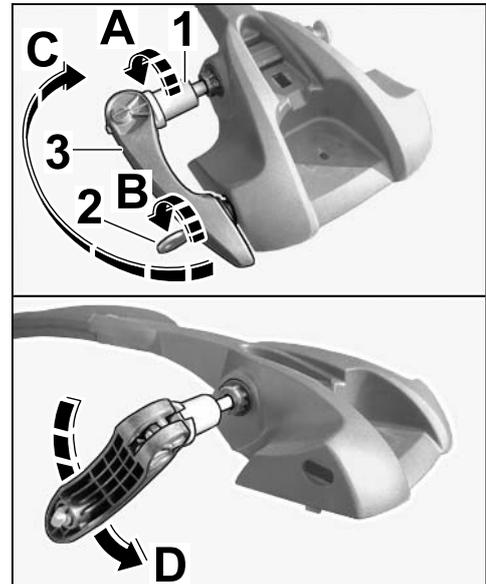

Figura 30
- 7.1.1 Ruotare indietro la spina elastica fino a fine corsa (⇒ *Figura 30-A-*).
- 7.1.2 Aprire la serratura sulla leva di tensione (⇒ *Figura 30-B-*).
- 7.1.3 Aprire la leva di tensione e ruotarla indietro di 180° (⇒ *Figura 30-C-*).
- 7.1.4 Ruotare la leva di tensione di 90° verso il basso (⇒ *Figura 30-D-*).